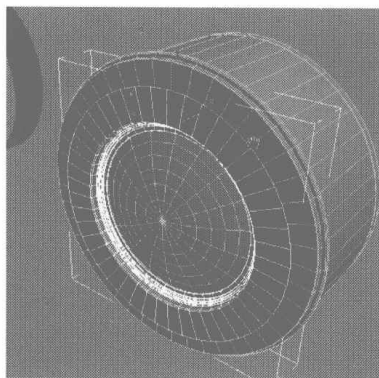
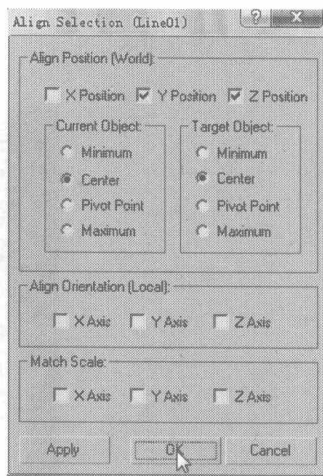

图 6.404
图 6.405
- 32** 选择如图 6.404 所示的镜头外侧的焦距圈物体，在工具栏中单击 按钮，并在视图中单击镜头物体，在弹出的对话框中设置对齐参数，如图 6.405 所示。